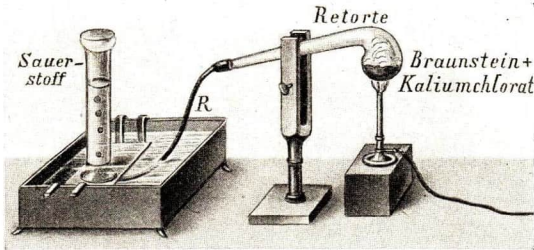

Abb. 405. Darstellung von Sauerstoff
**3. Auffangen des Gases** (Abb. 405). Man erhitzt das Salzgemisch in einer schwer schmelzbaren Retorte und leitet das entweichende Gas in einen mit Wasser gefüllten Zylinder, der mit der Mündung nach unten in einer sog. **pneumatischen Wanne** steht.
Dabei wird das Gasrohr *R* (der Abb. 405) beim Stopfen *S* (Abb. 406) in den vorher ganz mit Wasser gefüllten Gasometer eingeführt, wobei man den Hahn *b* öffnet.